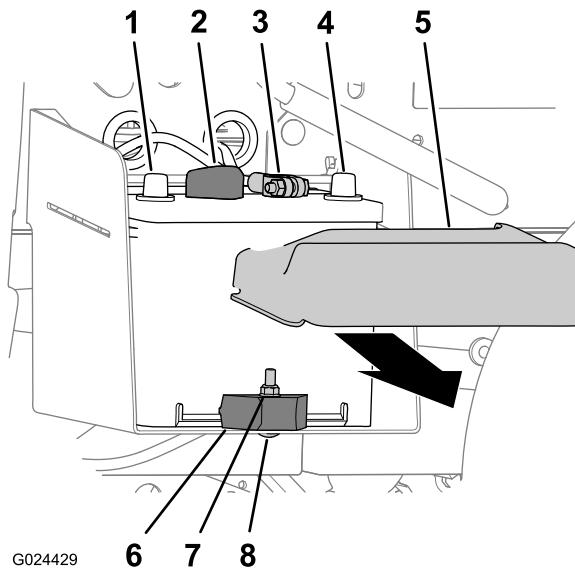

Рисунок 34
1. Сожмите стороны крышки аккумулятора и снимите крышку с его верхней части (Рисунок 34).
2. Отсоедините отрицательный кабель от клеммы аккумуляторной батареи (Рисунок 34).
3. Отсоедините положительный кабель от клеммы аккумуляторной батареи (Рисунок 34).
2. Отверните контргайку, снимите вагонный болт и зажим крепления аккумулятора к его лотку (Рисунок 34).
3. Извлеките аккумулятор из лотка (Рисунок 34).
- Поместите аккумуляторную батарею в аккумуляторный отсек в автомобиле (Рисунок 34).
Примечание: Убедитесь, что положительный и отрицательный штыри аккумулятора выровнены, как показано на Рисунок 34.
- Прикрепите аккумулятор к лотку аккумулятора с помощью зажима, вагонного болта и контргайки (Рисунок 34).
- Подсоедините положительный кабель к клемме аккумуляторной батареи (Рисунок 34).
- Подсоедините отрицательный кабель к клемме аккумулятора (Рисунок 34).
- Установите крышку аккумулятора на его верхнюю часть (Рисунок 34).